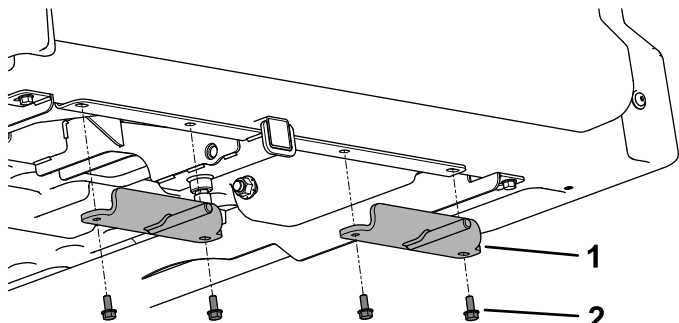

图3
2. 如图3所示，用之前卸下的六角凸缘螺丝（5/16 x 3/4 英寸）将 2 个悬挂支架安装到货斗底部。